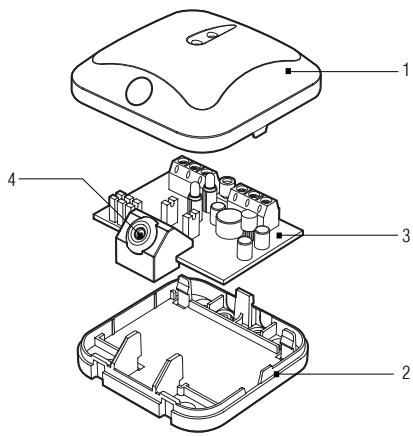
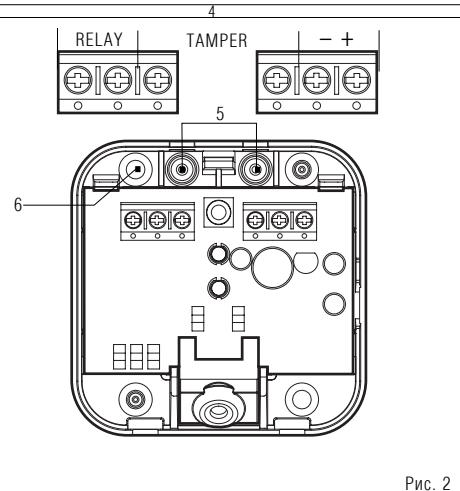

Рис.1
Рис. 2
Извещатель выполнен в виде одного блока и состоит (см. рис. 1) из крышки 1, основания 2, печатной платы 3 с микрофоном 4, встроенным в держатель. На основании находятся (см. рис. 2) вскрываемые отверстия для подвода проводов 5 и крепления извещателя 6. На плате имеется 5 пар контактов для изменения режимов работы посредством установки перемычек (см.таблицу 1).
6. Подключить провода в соответствии с рис.2.